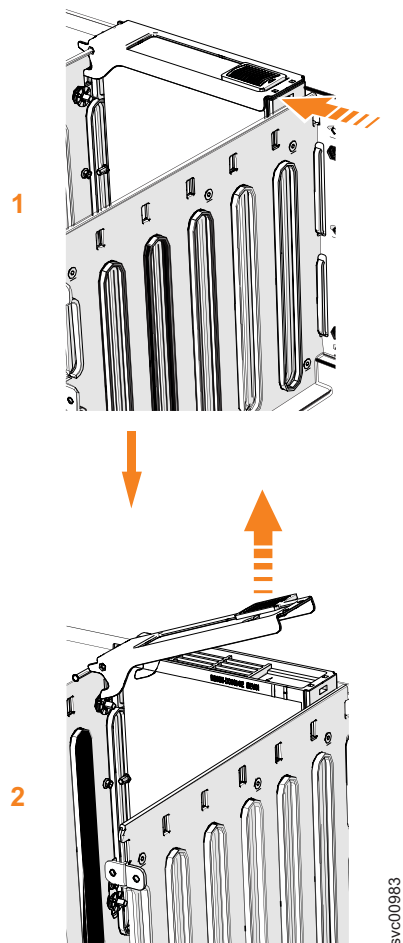

図 101. ディスク・ドライブの取り外し
5. 122 ページの図 101 に示されているように、解放ラッチ (**1**) を前方にスライドさせます。
6. ハンドルを持ち上げて (2)、ドライブ・キャリアのロックを解除して区画から外します (図 101 を参照)。ラッチの底面の先端が完全に外れていることを確認してください。